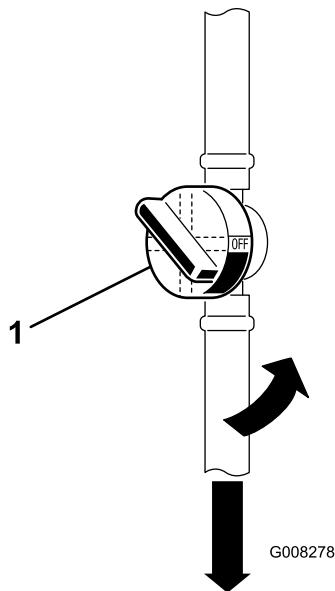

Bild 29
7. Drücken Sie die Enden der Schlauchklemmen zusammen und schieben diese weg vom Kraftstofffilter (Bild 29).
6. Schließen Sie den Kraftstoffhahn (Bild 29).